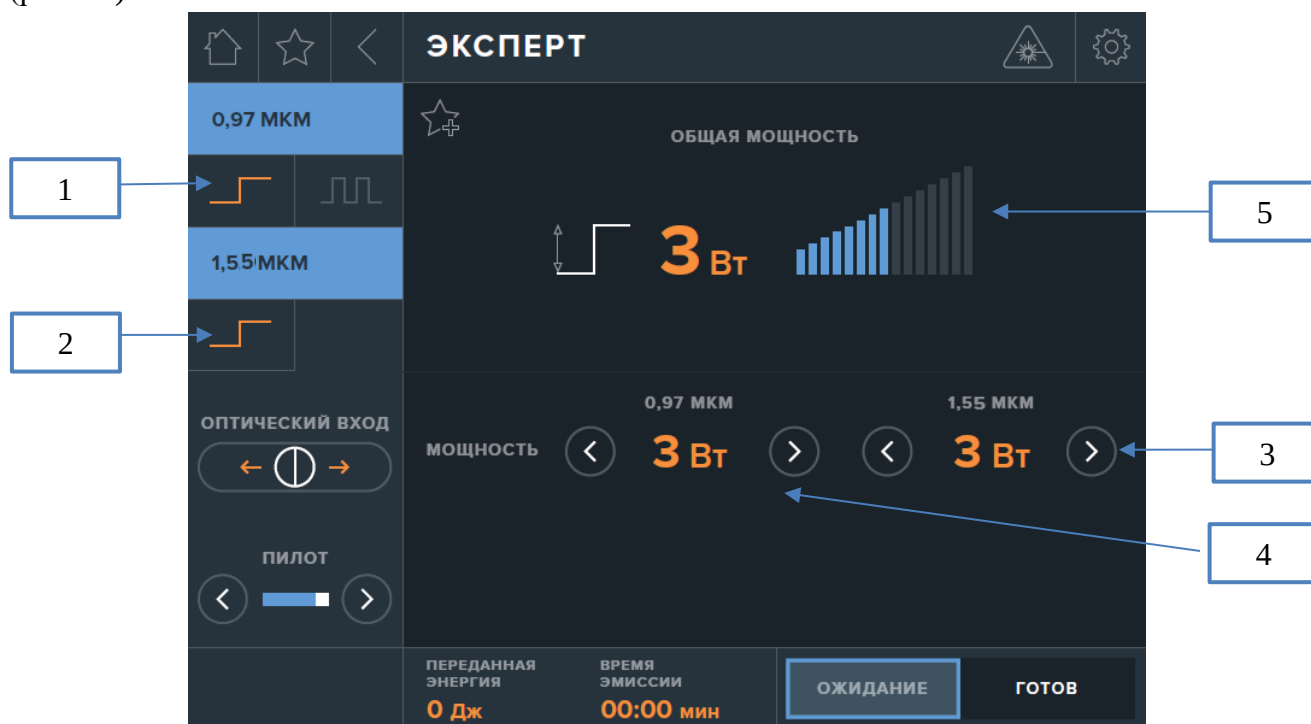

Рис. 30 Экран режима «ЭКСПЕРТ»: 0,97 мкм и 1,55 мкм - в непрерывном режиме.
При выборе непрерывного режима для излучения с длиной волны 0,97 мкм (1) для излучения с длиной волны 1,55 мкм (2) автоматически устанавливается непрерывный режим (рис. 30).
Для непрерывного режима предусмотрена настройка выходной мощности лазерного излучения с длиной волны 0,97 мкм в диапазоне от 0 до 30 Вт с шагом 1 Вт (после 3 Вт) (4) и выходной мощности лазерного излучения с длиной волны 1,55 мкм в диапазоне от 0 до 15 Вт с шагом 1 Вт (3). Установка выходной мощности производится с помощью шаговых стрелок (рис. 30).